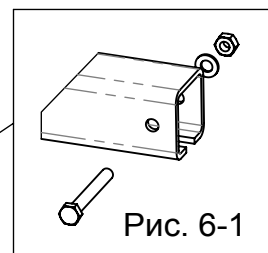

Рис. 6-1
Жесткая линия (рельс) системы должна быть прикреплена к конструкции с максимальным расстоянием 6 м таким образом, чтобы каждый отдельный сегмент рельса (как прямой, так и угловой сегмент) прикреплялся к конструкции, по меньшей мере, в одной точке. Точки крепления рельса к конструкции должны быть размещены на максимальном взаимном расстоянии независимо от мест взаимных точек соединения между сегментами жесткой линии. Расстояние от рельса до свободного конца ближайшей опорной точки должно быть не более 1,5 м. Рис. 6-1.
6.6. После сборки всей рельсовой линии системы, установите на рельс все необходимые бегунки HL101 и установите на обоих концах рельсовой линии ограничители HR501, чтобы предотвратить случайное выпадение бегунка (рис.6-1).